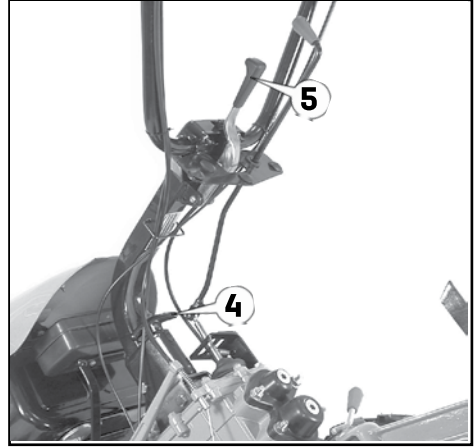

Fig. 2 - Gidon yan ayar ve dikey ayar kolu
5) Gidon yanlamasına ayarlama kolu (Fig. 2).
6) Dikey gidon ayarlayıcı kolu (Fig. 2)